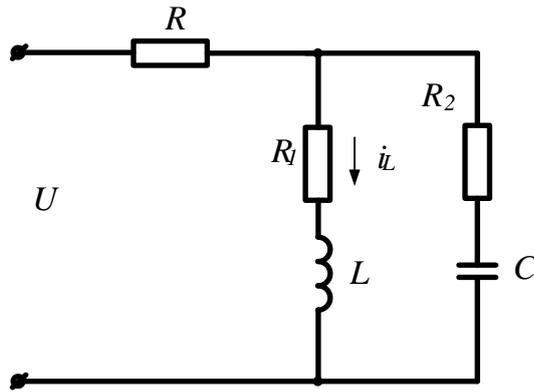

Рисунок 56
**Задача 60.** В цепи (рис.56 ) мгновенное значение тока в ветви  $R_1, L$  равно  $i_L = 20 + \sqrt{2} \cdot 10 \sin \omega t + \sqrt{2} \cdot 5 \sin 2\omega t$ , активные сопротивления  $R_1$  и  $R_2$  одинаковы ( $R_1=R_2=1\text{Ом}$ ). При основной угловой частоте  $\omega$  индуктивное сопротивление  $x_L=1,5$  Ом, а емкостное  $x_C=3\text{Ом}$ . Найти выражения для мгновенных напряжений на зажимах цепи, тока в ветви  $R_2, C$  и в неразветвленной части цепи. Определить активную мощность на зажимах цепи: